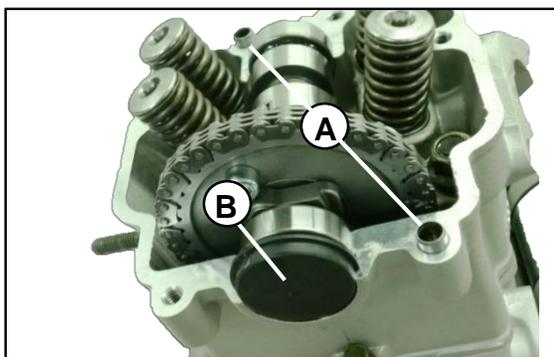

Fig. 17
Al realizar el ensamble del árbol de levas, tener en cuenta las guías del motor (A) y reemplace el retenedor de aceite (B). **Fig. 17**